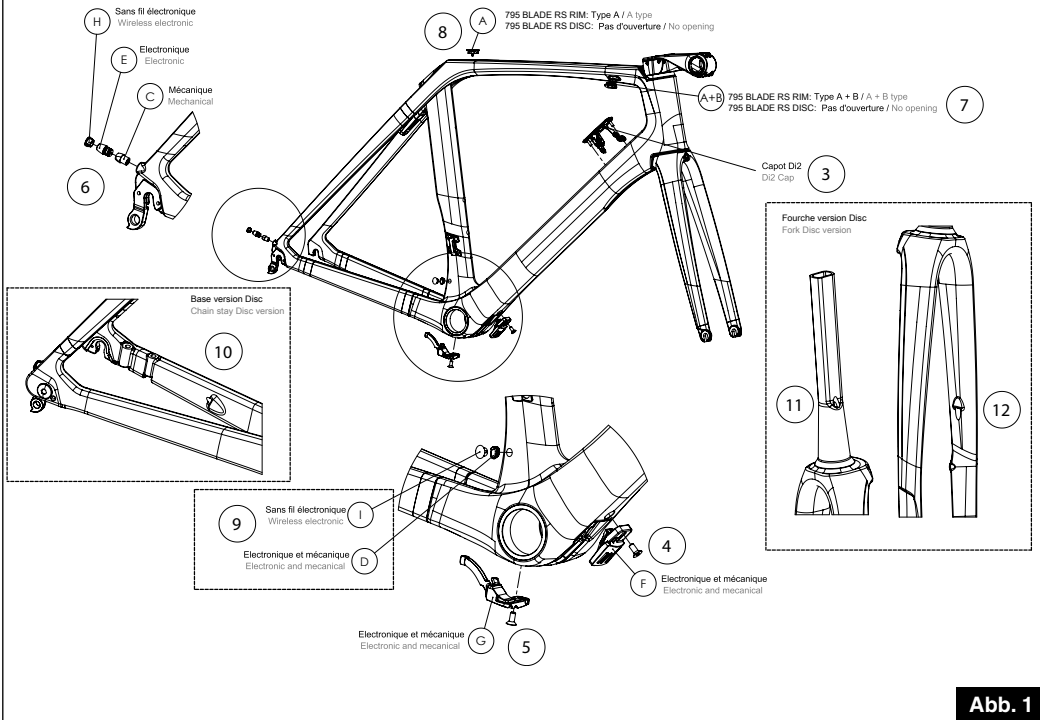

Abb. 1
2 / Nehmen Sie zwei 110 cm lange Hüllen für Schaltzüge und führen Sie sie eine Außenhülle in die Öffnung 2 (Abb. 1) und die andere in die Öffnung 1 (Abb. 2). Ziehen Sie Ihre Außenhüllen durch die Öffnung 4 heraus (Abb. 1). Setzen Sie auf der Tretlagerseite ein Hüllendstück auf das Ende jeder Außenhülle.
3 / Nehmen Sie zwei 110 cm lange Außenhüllen für Schaltzüge und führen Sie die Außenhülle für das vordere Schaltwerk durch die Öffnung 2 (Abb. 2) und die Außenhülle für das hintere Schaltwerk durch Öffnung 1 (Abb. 2). Führen Sie die Außenhüllen entsprechend Ihrer Konfiguration durch die Trägerplatte (Abb. 3-4-5-6). Ziehen Sie Ihre Außenhüllen durch die Öffnung 4 heraus (Abb. 1). Die beiden Schaumstoffhüllen (lange Schaumstoffhülle) ca. 7 cm auf das Endstück jeder der Außenhüllen für die Schaltwerke, die aus Ausgangsöffnung 4 kommen, aufsetzen und mit Klebeband befestigen.
7 / Wenn Sie Ihr Fahrrad in hydraulischer Konfiguration fahren, dann führen Sie den vorderen Bremsschlauch durch die Öffnung 2 (Abb. 2) und dann durch den Einlass 11 (Abb. 1) und nehmen ihn schließlich am Abzweig 12 heraus (Abb. 1). Wenn der Bremssattel mit seinem Schlauch schon durchgeführt ist, dann durch das Loch am Abzweig 12 (Abb. 1) führen und durch die Öffnung des Gabelzapfens 11 (Abb. 1) und dann durch den Einlass 2 (Abb. 2) ziehen. Wichtig : Vor den folgenden Schritten müssen Sie den ADH2 Lenker (empfohlen) oder einen anderen Lenker mit einem Durchmesser von 31,8 mm und dem AERO DESIGN STEM Vorbau (ADS) montieren. Lesen Sie die zugehörigen Hinweise.
8 / Platzieren Sie den Schaltzug für das hintere Schaltwerk hinter dem Schaltgriff und ziehen Sie ihn durch die Öffnung 6 heraus (Abb. 1) Schieben Sie den Anschlag (C) und die Ummantelung um den Zug.
9 / Schneiden Sie die Ummantelung an der Ausgangsöffnung 9 (Abb. 1) auf ca. 5 cm zu.
10 / Platzieren Sie den Schaltzug für das vordere Schaltwerk hinter dem Schaltgriff und ziehen Sie es durch die Ausgangsöffnung 9 heraus (Abb. 1). Installieren Sie dann die Ummantelungsföhrung / das winklige Führungsstück (D).
(Abb. 1) und nehmen ihn schließlich am Abzweig 12 heraus (Abb. 1). Wenn der Bremsattel mit seinem Schlauch schon durchgeführt ist, dann durch das Loch am Abzweig 12 (Abb. 1) führen und durch die Öffnung des Gabelzapfens 11 (Abb. 1) und dann durch den Einlass 2 (Abb. 2) ziehen.
8 / Setzen Sie die Durchgangsstülpe (E) in Öffnung 6 (Abb. 1) ein.